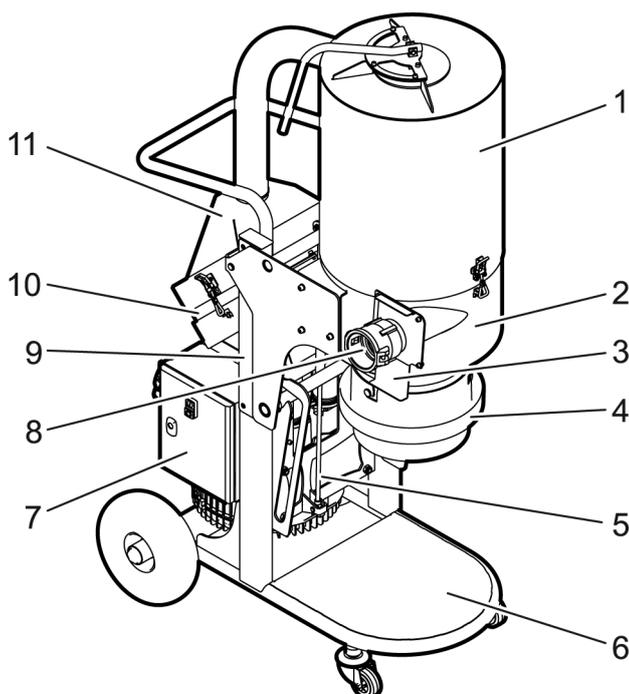
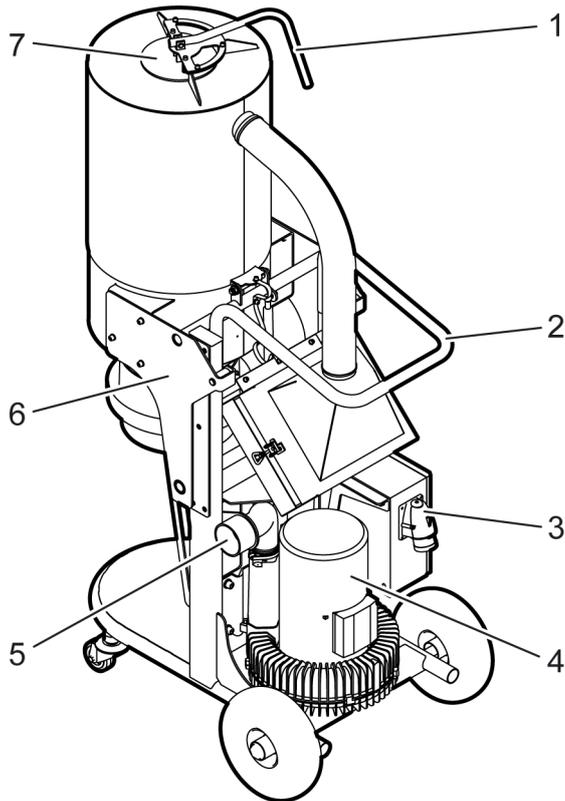

Abbildung 3-1. Vorderseite des Staubabscheiders
Abbildung 3-2. Rückseite des Staubabscheiders
VCE4000P besteht aus verschiedenen Hauptbestandteilen wie Chassis, Gerätefach usw., siehe *Abbildung 3-1, Seite 8* und *Abbildung 3-2, Seite 9*. Das Gerät ist in verschiedenen, an unterschiedliche Märkte angepasste, Ausführungen erhältlich. Die verschiedenen Modelle finden Sie in *Technische Daten, Seite 32*. Der aufgesaugte Staub gelangt in einen Longopac-Beutel, der verschlossen werden kann, wenn er die gewünschte Staubmenge aufgenommen hat.
1. Befestigen Sie den Lüftungsschlauch mithilfe der für den Zweck vorgesehenen Camlock-Kupplung am Ausgang für den Anschluss des Lüftungsschlauchs, siehe Abbildung 3-2, Seite 9. Nehmen Sie Kontakt mit TYROLIT Hydrostress® wegen einer Empfehlung für die Verbindung auf oder schauen Sie in den Produktkatalog.